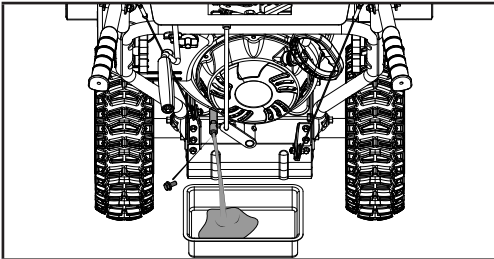

Figure 16
3. Enlevez le boulon de vidange et videz l'huile dans le contenant en inclinant légèrement le moteur dans la direction de la jauge d'huile (figure 16).